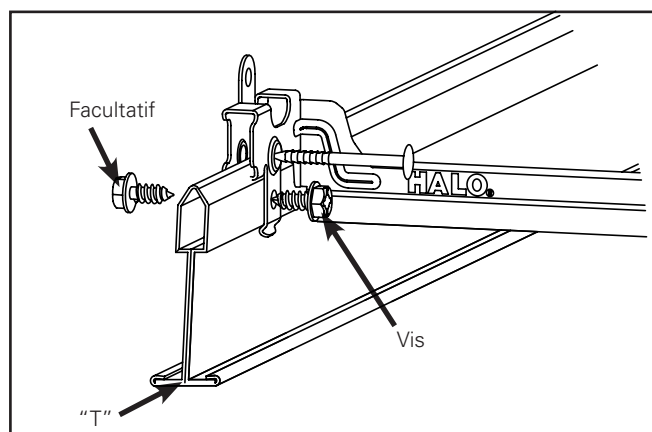

Figure 6.
3. Enclenchez le luminaire sur les barres en T. Fixez-le avec une vis (non fournie) comme montré. (Figure 6).